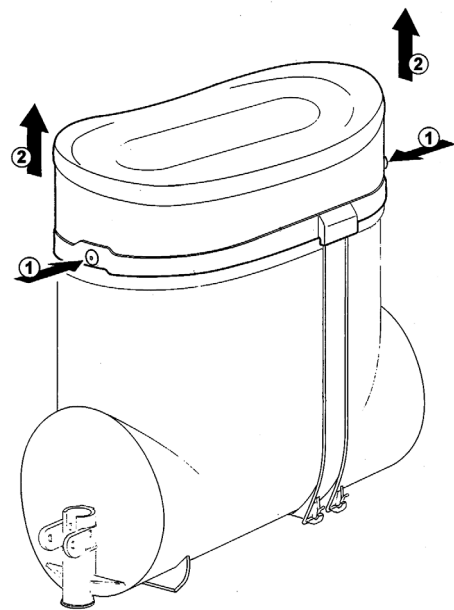

figure 1
- 9 Pour enlever le couvercle, poussez une des deux touches de fixation et soulevez-le. (voir figure 1)